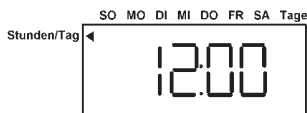

Abb.10
- 2) Drücken die Tasten **↓↑** bis die aktuelle Uhr im Display erscheint (Abb. 10)